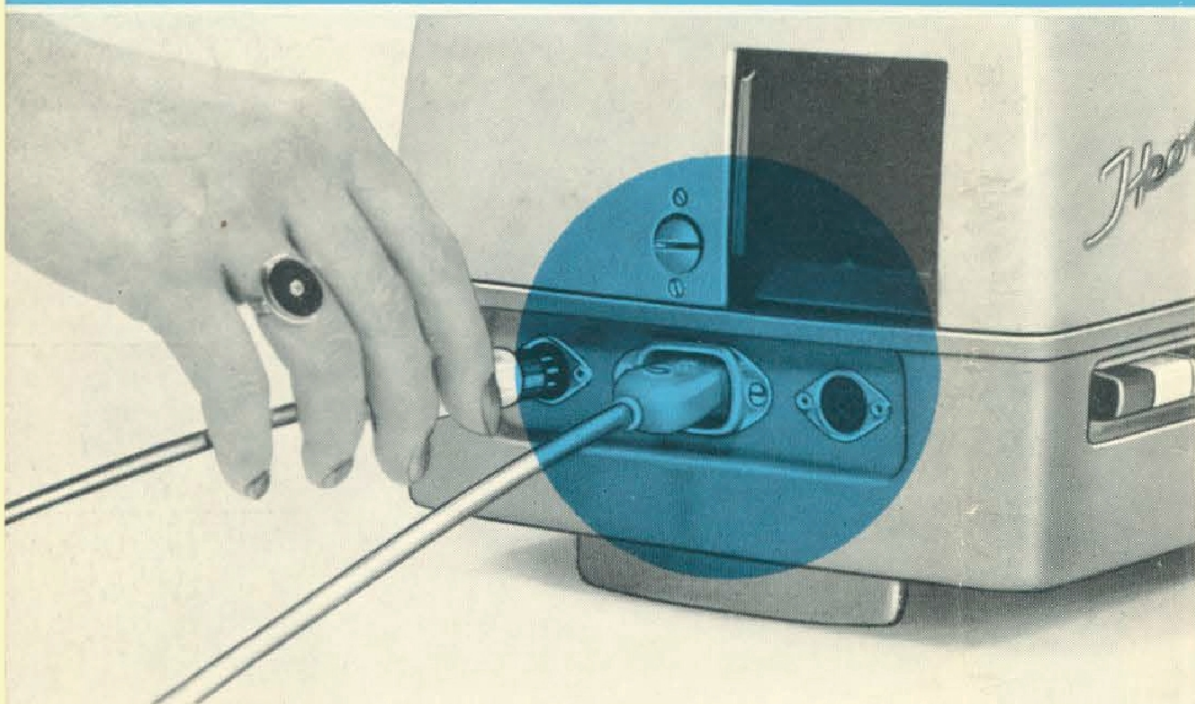

Abb. 1
Sie können nun den IKOMAT mit dem Lichtnetz verbinden. Das Kabel der Fernbedienung stecken Sie in eine der beiden Buchsen (6) auf der Rückseite des Gerätes (Abb. 1).